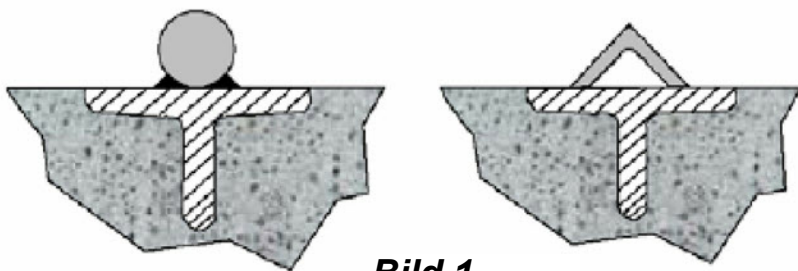
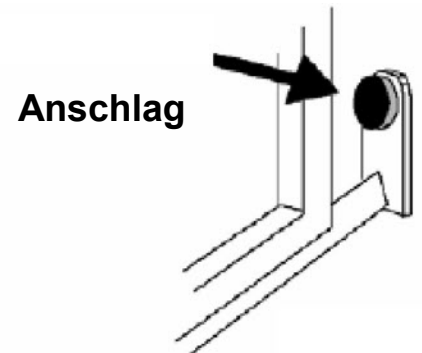
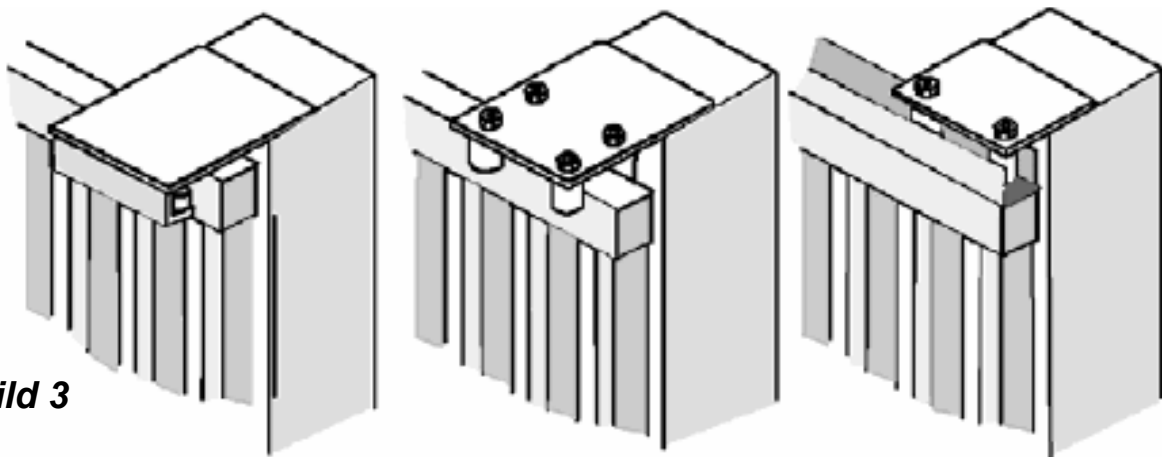

Bild 1
Bild 2
Bild 3
- Bevor Sie den Automatismus montieren, überprüfen Sie den völligen Lauf des Tors. Außerdem sollen Sie verifizieren, dass die Gleitschiene (**Siehe Bild 1**) keine Missbildung hat, ganz auf Bodenhöhe liegt und dass es den Öffnungsanschlag gibt (**Siehe Bild 2**), um einen Sprung des Tors aus den oberen Gleitschienen zu vermeiden (**Siehe Bild 3**.)
- Überprüfen Sie, dass die obere Gleitschiene (**Siehe Bild 3**) ganz fest ist und das Tor darauf mühelos läuft.
Die ausgestattete Gegenplatte (**Bild 1**) maximal **35 mm** weit entfernt vom Torrand und mit einem perfekten Winkel von 90 Grad legen.
Den Getriebemotor positionieren und ihn durch die ausgestatteten Schrauben und Unterlegscheiben **1 - 2 - 3 - 4** (**Bild 2**) befestigen
Die Zahnstange gut und **2 bis 3 mm** weit entfernt vom Treibrad des Motors (**Bild 3**) befestigen.